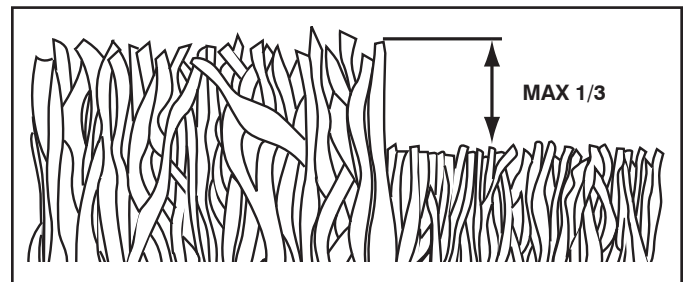

FIG. 12
- Para obtener los mejores resultados, ajuste la altura del corte de la segadora de modo que ésta corte solamente el tercio superior de las hojas de césped. En el caso de que el césped haya crecido demasiado, puede ser necesario el elevar la altura del corte para reducir el esfuerzo necesario para empujar la segadora y para evitar sobrecargar el motor, dejando montones de recortes de césped. Para un césped muy pesado, reduzca el ancho del corte pasando por encima del lugar anteriormente cortado y sigue lentamente (vea Fig. 12).